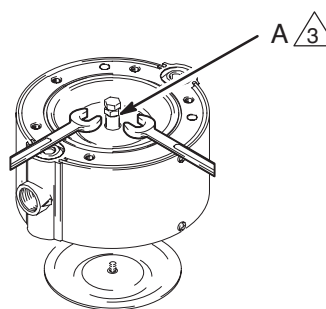

Рис. 5
2. Отверните одну диафрагму (6) с вала (5) рукой. См. Рис. 5.
3. Наверните гайку М8 (А) на болт М8. Заверните болт в вал (5) так, чтобы он вышел с другой стороны. Скрутите гайку вниз для блокирования вала.
4. Удерживайте гайку при помощи разводного ключа или тисков, чтобы вал не вращался. Отверните другую диафрагму (6) рукой.